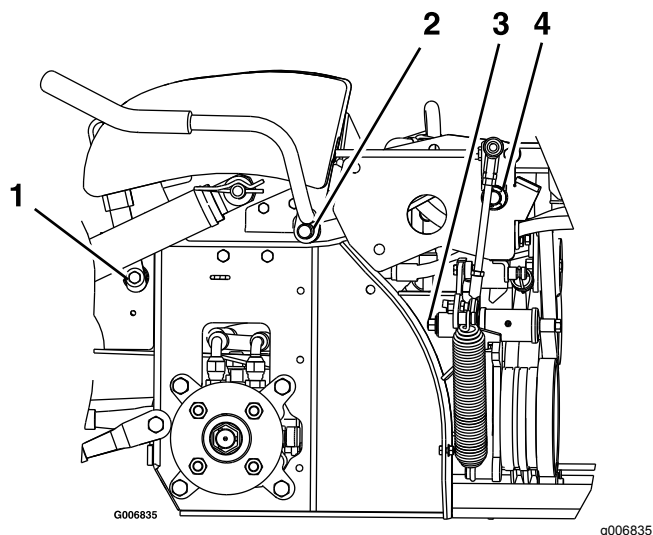

Figura 33
3. Lubrifique os casquilhos de estanho na articulação do manípulo do travão com um lubrificante em spray ou óleo leve (Figura 33).